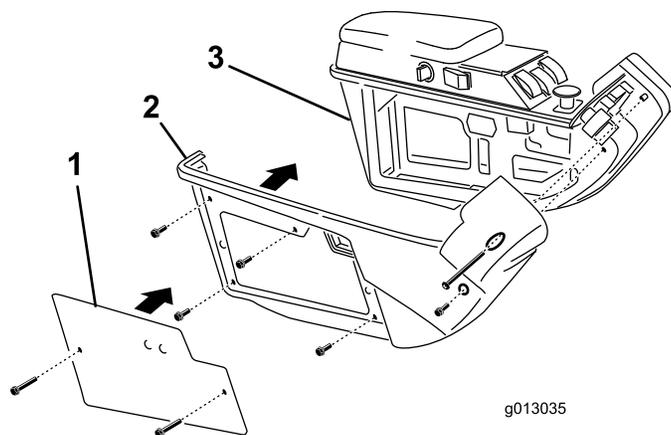

Figura 8
1. Rimuovete le (2) viti che fissano la piastra alla copertura destra del braccio di comando (Figura 8).
2. Rimuovete le (6) viti che fissano la copertura destra al lato destro del braccio di comando (Figura 8).